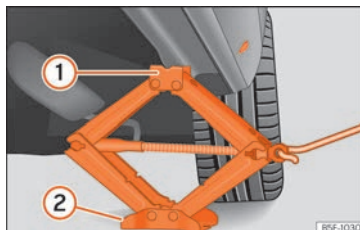

Fig. 39 Longarina: colocação do macaco do veículo.
- Rode a manivela do macaco, colocado por baixo do ponto de apoio da longarina, para levantá-lo até que o ressalto ① » » » Fig. 39 se encontre por baixo da zona que lhe corresponde.
- Alinhe o macaco de forma que o ressalto ① «fique encaixado» na zona da longarina que lhe corresponde e que a placa base móvel ② fique apoiada no chão. A placa base ② deve ficar colocada na vertical, relativamente ao ponto de apoio ①.